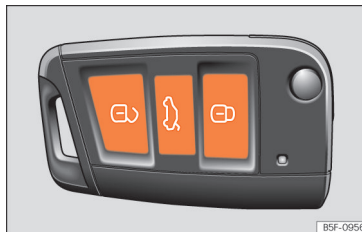

Рис. 70 Клавіші пульта дистанційного управління
- Замикання: натисніть клавішу  **>>> рис. 70.**